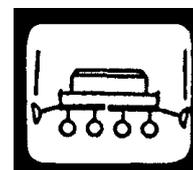

Fig. 15
4.5 Tasto "Tracciatori"(Fig.15)